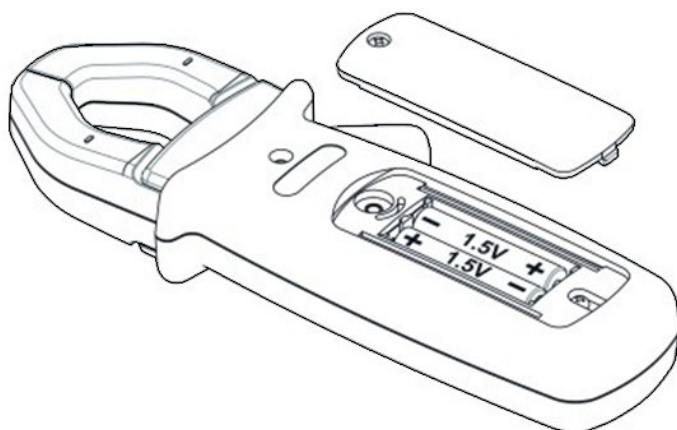

Figure 4
1. À l'aide d'un tournevis, retirez le couvercle du compartiment à piles situé à l'arrière du boîtier (voir la figure 4).